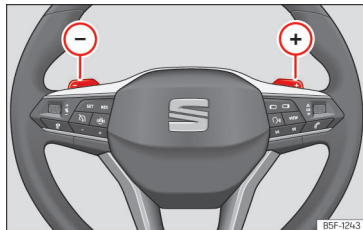

Abb. 87 Lenkrad: die Hebel für Automatikgetriebe.
- Tippen Sie die Schaltwippe , um einen Gang hochzuschalten **»» (Abb. 87)**.